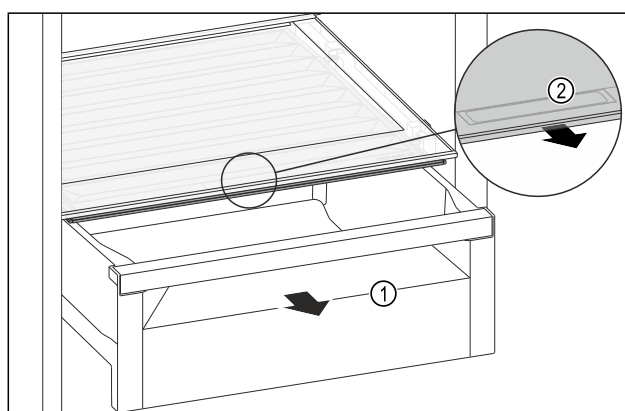

Fig. 101
- Schubfach Fig. 101 (1) herausziehen.
- Griffmulde Fig. 101 (2) am Fachdeckel anfassen und Fachdeckel gleichzeitig nach vorne ziehen.